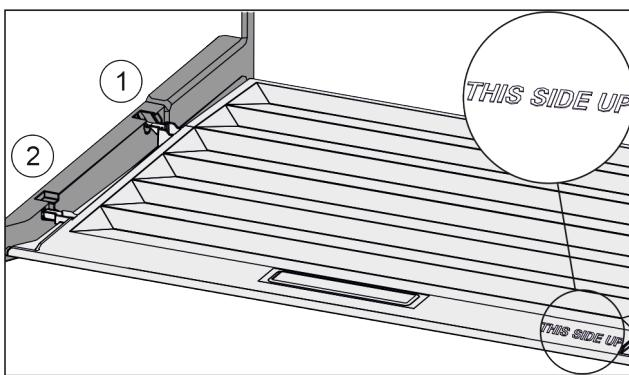

Fig. 118
- Introduceți nervura capacului prin orificiul suportului posterior Fig. 118 (1) și înclichețați-l în față în suport Fig. 118 (2).